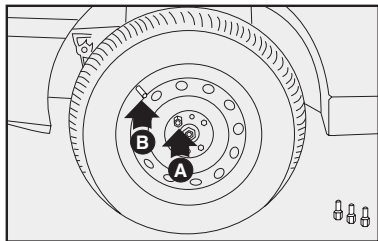

fig. 13
- Introduzca el primer tornillo **A-fig. 13**, en el orificio más cercano a la válvula de inflado **B-fig. 13**.